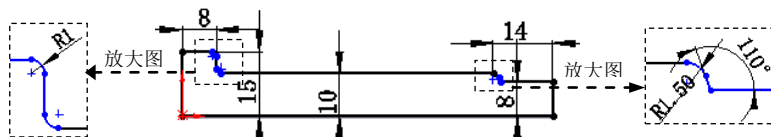

图 12.5.6 边线—法兰 1 草图
(3) 定义法兰参数。
① 定义法兰角度值。在 **角度(G)** 区域的 文本框中输入角度值 90.0。
② 定义长度类型和长度值。在“边线法兰”对话框 **法兰长度(L)** 区域的 下拉列表中选择 **给定深度** 选项，在 文本框中输入深度值 4.0。
③ 定义法兰位置。在 **法兰位置(N)** 区域中单击“材料在内”按钮 .
(4) 单击 按钮，完成边线—法兰 1 的初步创建。
(5) 编辑边线—法兰 1 的草图。在设计树的 **边线—法兰 1** 上右击，在弹出的快捷菜单中单击“编辑草图”按钮 , 系统进入草图环境。绘制图 12.5.6 所示的边线—法兰 1 的草图。退出草图环境，此时系统完成边线—法兰 1 的创建。